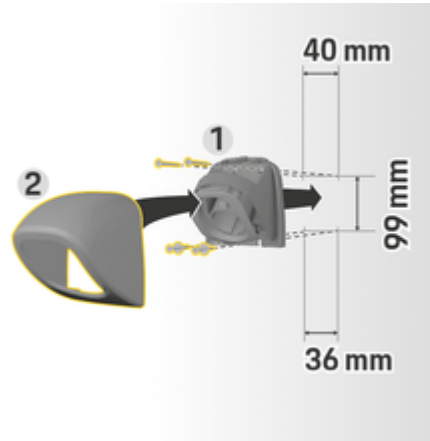

Fig. 5: Bormål
1. Ta pluggholderen **1** (Fig. 5) ut av dekselet **2** (Fig. 5).
4. Skru pluggholderen **1** (Fig. 5) på veggen.
5. Sett dekselet **2** (Fig. 5) på pluggholderen **1** (Fig. 5) fra undersiden og trykk det oppover.